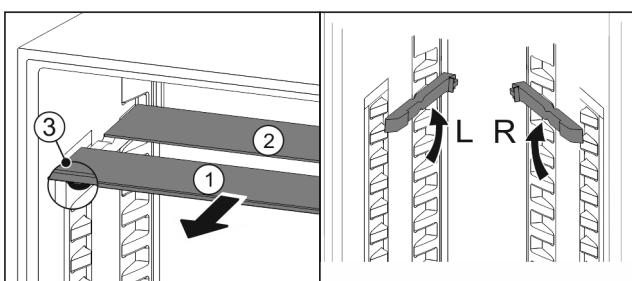

Fig. 70
- ▶ Пусніть Fig. 70 (1) скляну панель вперед.
- ▶ Скляна панель Fig. 70 (1) з декоративною планкою лежить спереду.
- ▶ Стопори Fig. 70 (3) показують вниз.